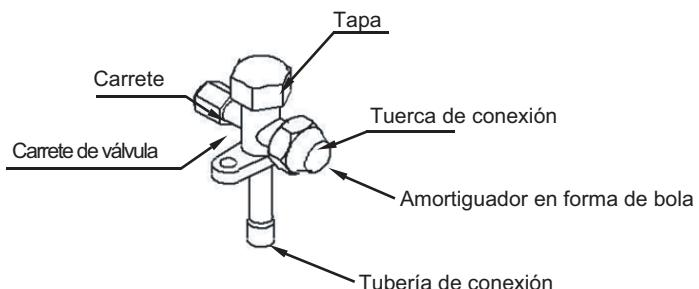

Fig.4-10
- En general, la forma de la válvula de cierre y los nombres de cada parte se muestran en la fig.4-10.